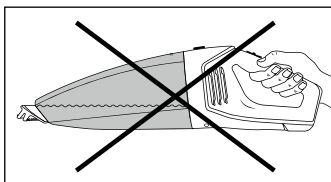

Rys. 3
- ▶ Jeśli doszło do zassania płynów, należy przemieszczać urządzenie zawsze dyszą do odkurzania na mokro **1** skierowaną w dół (patrz rys. 3):